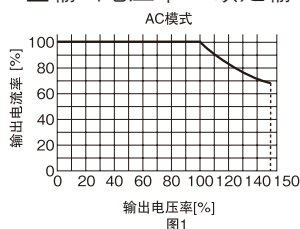
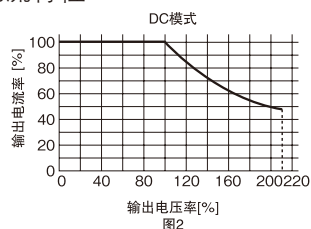
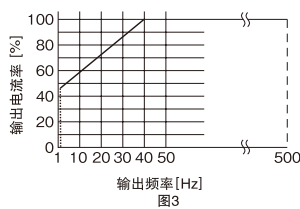

图1
图2
图3
- 图 1 和图 3 的输出电流率比较小的一方的值优先。(只适用于 AC 模式)
输出电压 100 ~ 150V / 200 ~ 300V (AC 模式) 以及 100 ~ 212V / 200 ~ 424V (DC 模式) 时, 通过输出电压减低输出电流。左记图 1, 左记图 2
输出频率为 1 ~ 40Hz 时, 通过输出频率减低输出电流。(AC 模式) 左记图 3